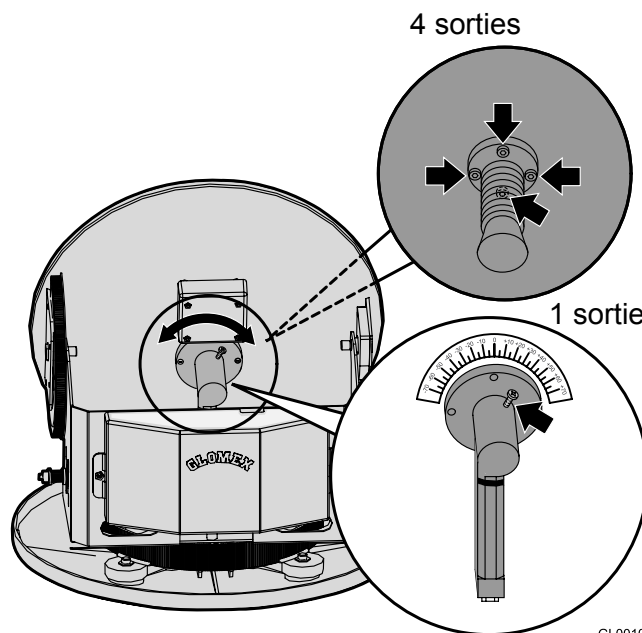

Fig. 26
- pour les modèles avec une sortie, desserrer la vis pour le fixage du LNB au disque (voir Fig. 26) et déplacer manuellement le disque, en utilisant le paramètre de la qualité du signal du récepteur numérique utilisé comme référence pour un calibrage correct (se référer au manuel du récepteur). Il n'est plus nécessaire de modifier le calibrage si le bateau reste dans la même zone et reçoit la transmission du même satellite.